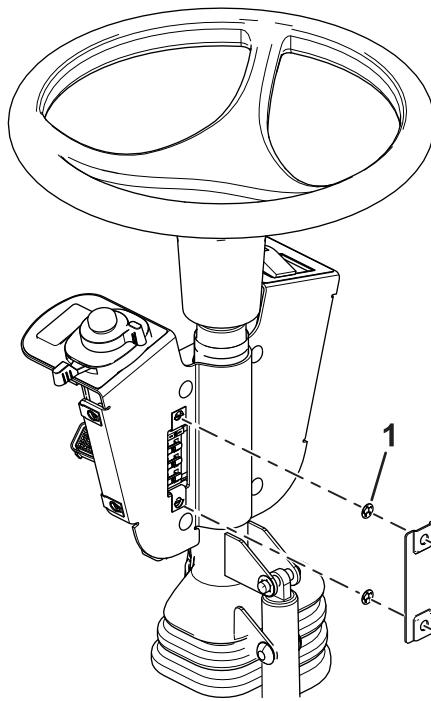

Figure 12
13. Fixez le couvercle du porte-fusibles sur le support des commandes à l'aide de 2 vis à oreilles et 2 écrous pousoirs (Figure 12).
Remarque: Veillez à installer les écrous pousoirs à l'intérieur du couvercle du porte-fusibles (Figure 12).